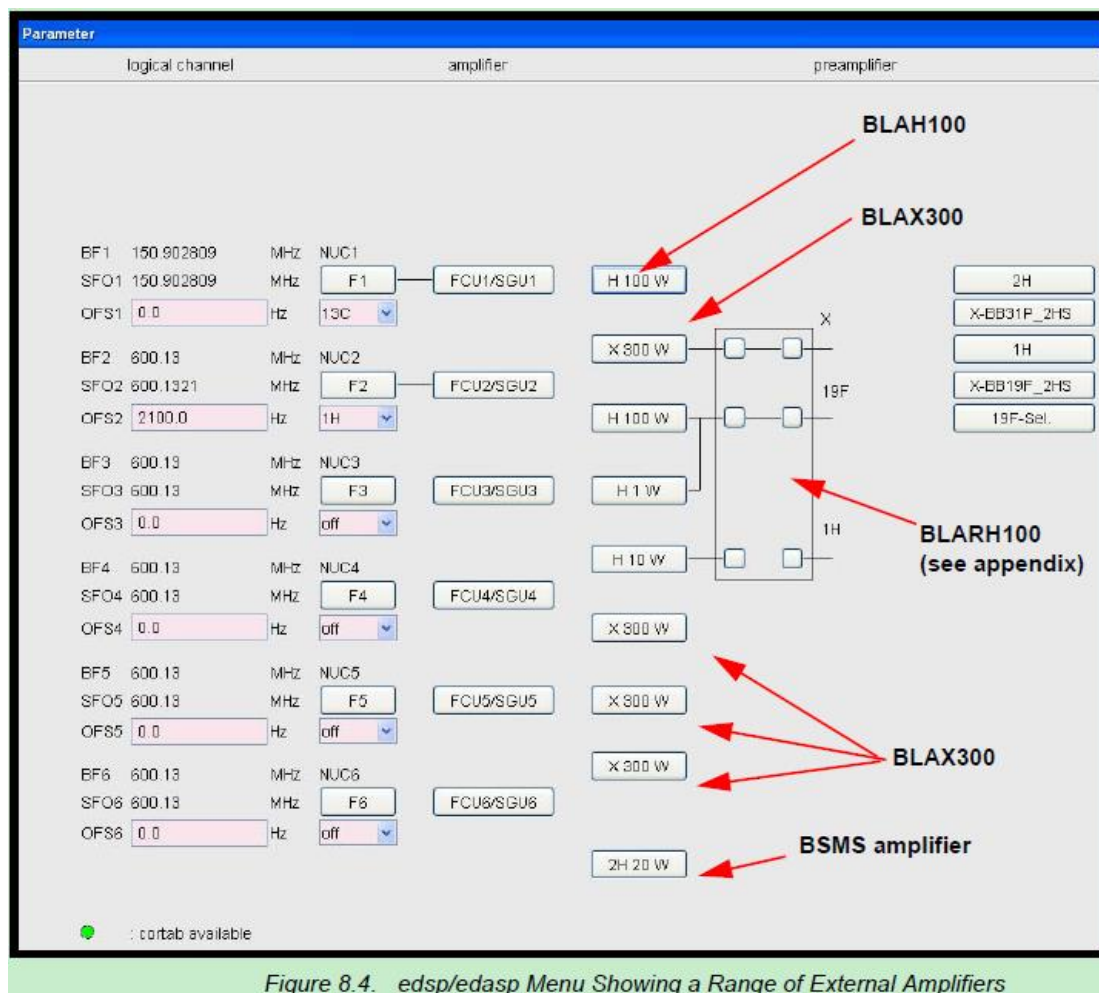

Figure 8.4. edsp/edasp Menu Showing a Range of External Amplifiers
图 8.4 中, 放大器有许多安全装置来保证输出功率不是过高。对于 BLAX300 来说, 在最大输出功率时, 最大允许脉冲长度为 100ms (对于 BLAX500 来说是 60ms), 最大允许占空比为 10% (对于 BLAX500 来说是 6%)。更长的脉冲和更高的 Duty Cycle 是允许的, 但维持的平均功率小于等于 30W。这意味着在 100% 的 Duty Cycle 时, 该单元能够连续操作的 (CW) 最大功率是 30W。